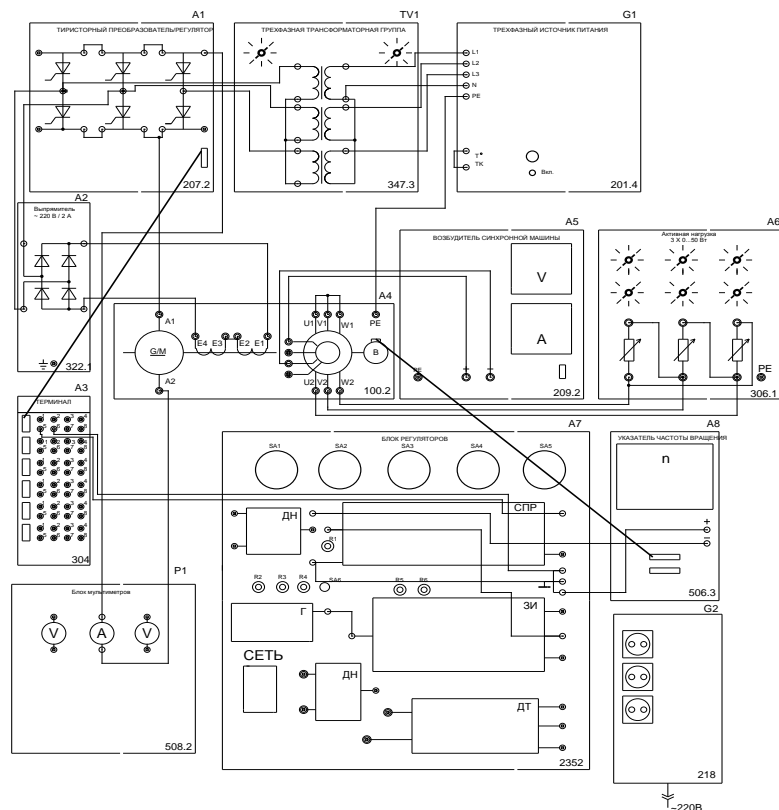

Рис. 17.1. Электрическая схема соединений
2. Собрать электрическую схему соединений по рис. 17.1.